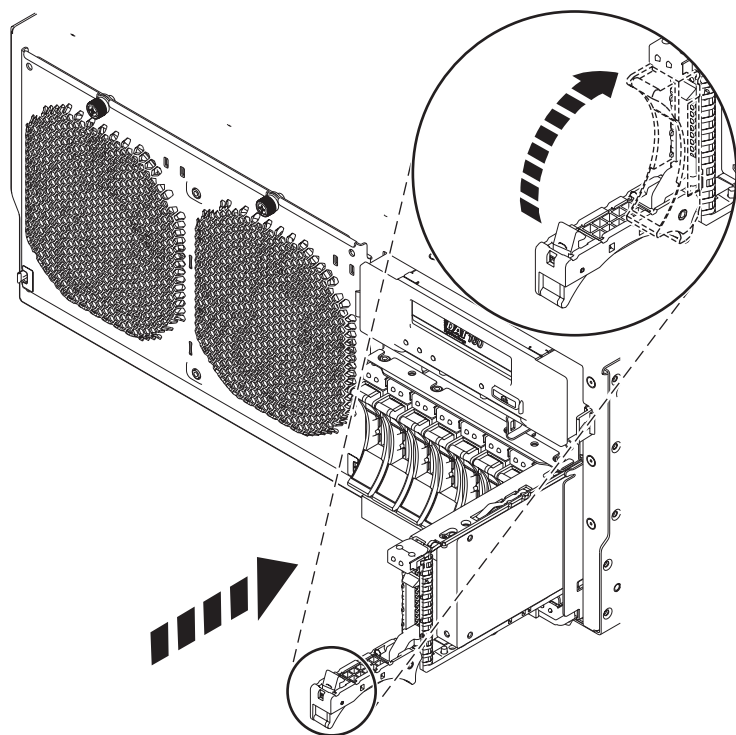

Figure 24. Remplacement d'une unité de disque dans l'unité centrale
7. Lorsque le voyant d'identification clignote, faites glisser complètement l'unité de disque ou l'unité SSD dans l'unité centrale ou dans une unité d'extension, et poussez complètement la poignée (A) de l'unité jusqu'à ce qu'elle se verrouille, comme indiqué à la figure 24.